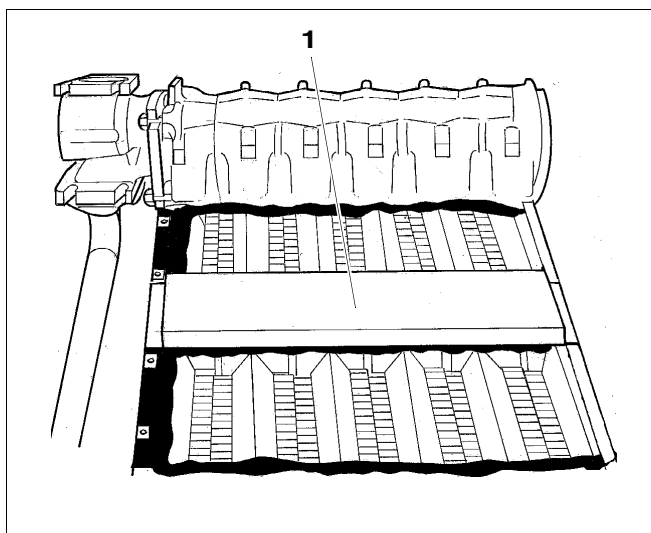

Fig. 32 Pose de la partie intermédiaire
- Placer la partie intermédiaire (fig. 32, **pos. 1**) à ras de l'arête avant.